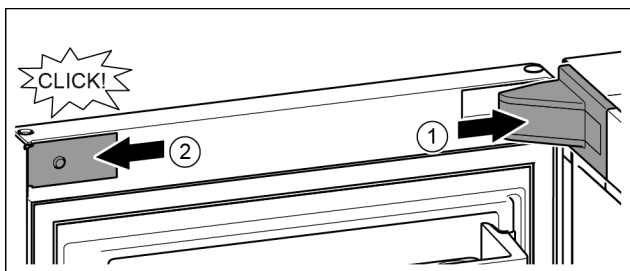

Fig. 24
- ▶ Nasadíte kryt ložiskovej konzoly a zaistíte, príp. opatrne roztláčte. Fig. 24 (1)
- ▶ Zboku nasadíte a zaistíte kryt. Fig. 24 (2)